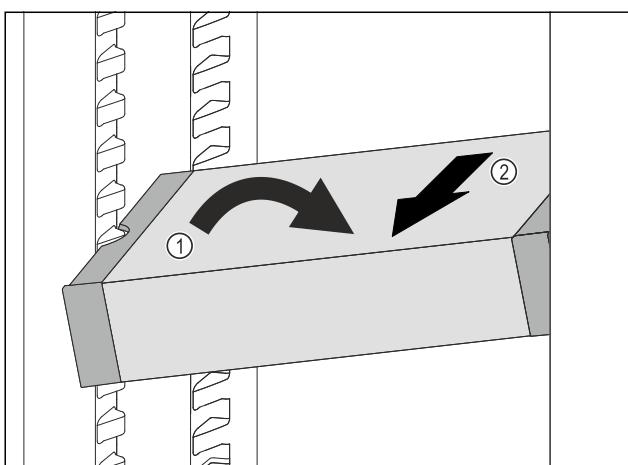

Fig. 139
- Встановити VarioSafe під кутом в охолоджувальному відділенні. Fig. 139 (1)
- Витягнути VarioSafe вперед. Fig. 139 (2)